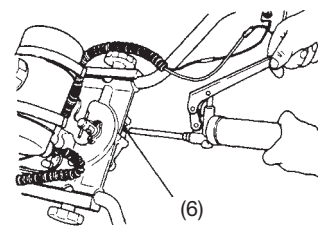

Fig. 11
- 1) Lubrifique a caixa de engrenagens inserindo massa consistente multi-uso através do bocal após cada 50 horas de operação. (Fig. 11)